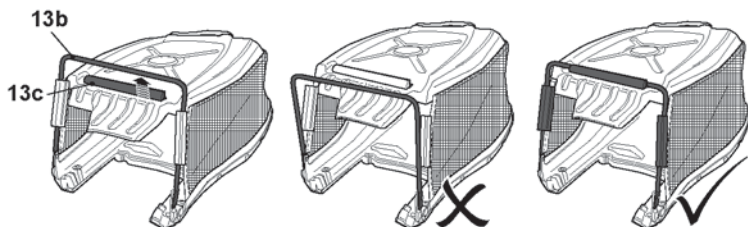

Fig.1
- > Tirez le manchon vers le haut [13c] et verrouillez-le sur le châssis [13b] (Fig.1). Assurez-vous que les manchons de serrage sur le côté sont correctement fixés sur le châssis.